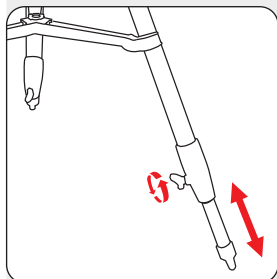

Fig. 5: Stativbeine ausziehen
2. Lösen Sie die Flügelschrauben (6) der Stativbeinklemmungen (5) und ziehen Sie die unteren Stativbeinteile (7) bis zur gewünschten Länge heraus. Drehen Sie die Flügelschrauben anschließend wieder fest (Fig. 5).